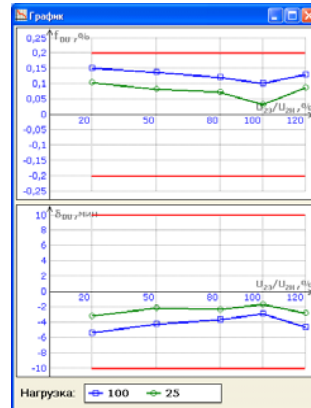

Рисунок 2.7
14) Полученные результаты измерений можно просмотреть в виде графиков (рисунок 2.7), для чего щелкнуть по кнопке "График" .